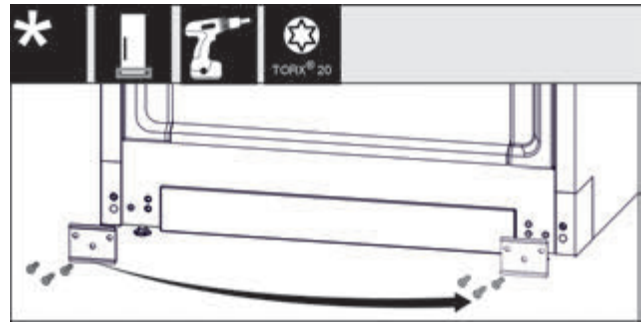

Fig. 13
- ▶ Відкрутіть щиток, переставити на інший бік і знову накрутіти. Fig. 13 (1)